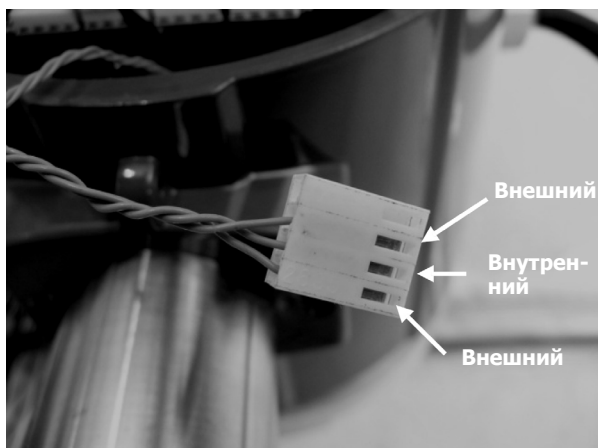

Рис. 52 Вход от датчика скорости
3. Применяя меры предосторожности для защиты от электростатических разрядов и меры предосторожности в опасных зонах, снимите крышку блока электроники. Отсоедините датчик вихрей от блока электроники (рис. 52). Измерьте сопротивление от каждого наружного штифта до заземления измерителя. Измерьте сопротивление от центрального штифта до земли измерителя - это должно быть заземлено на счетчике.